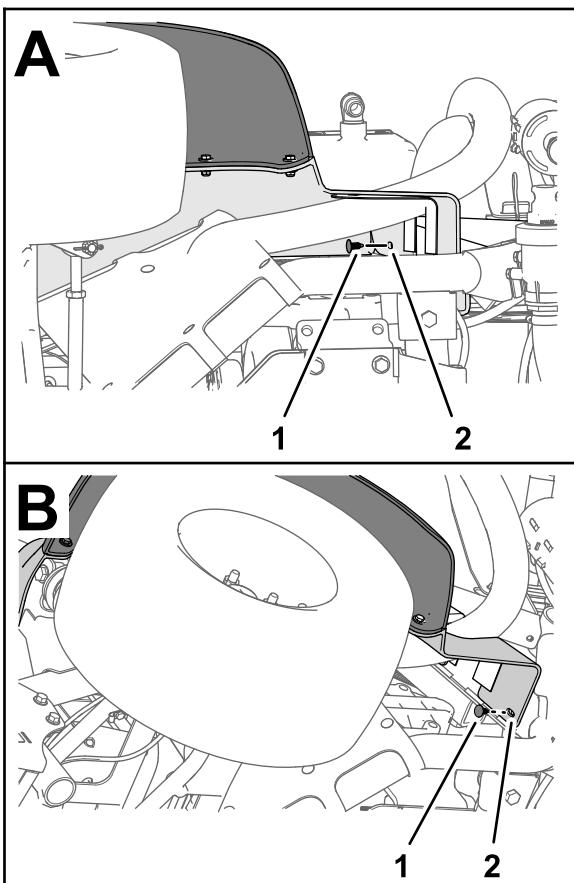

Figure 10
1. Retirez les 2 fixations à pression qui fixent l'aile avant gauche au profilé inférieur du système ROPS (Figure 10).